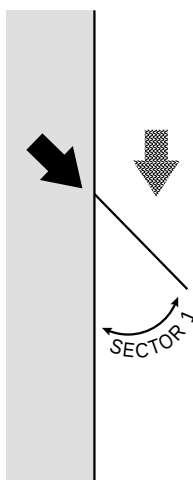

Fig. 28: afvaren met stroming, vertreksituatie 2
2. Boot komt in sector 1 te liggen. We vertrekken onder vol tuig. (fig. 28)